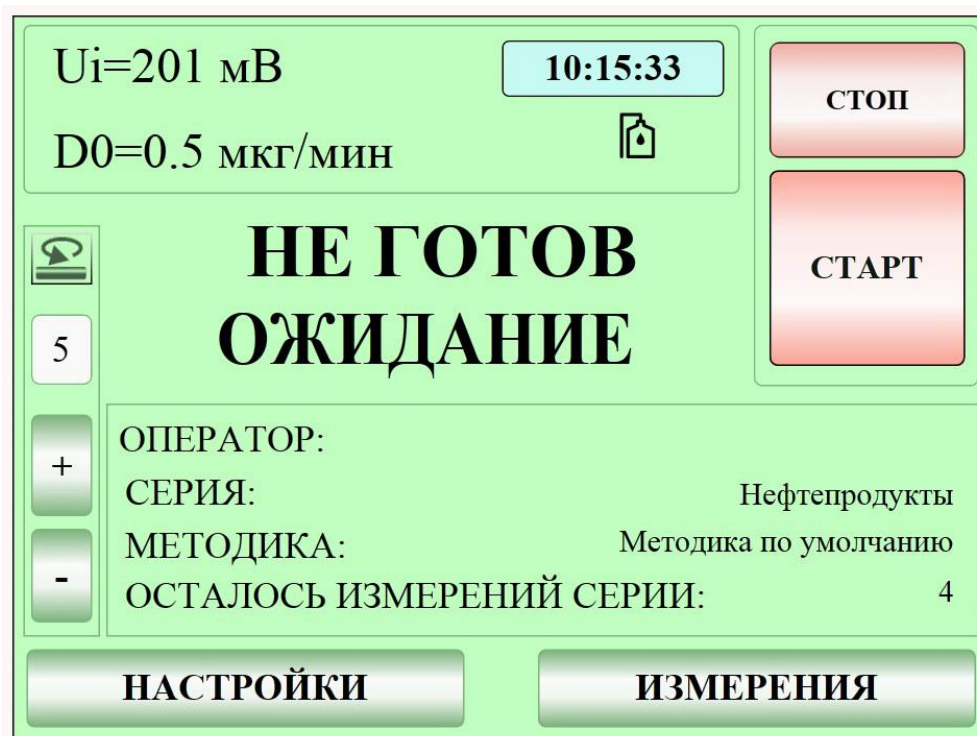

Рисунок 4
8.1.2. Включить питание титратора и дождаться окончания его самотестирования и выхода в режим ожидания (Рисунок 4). Включить питание Устройства с помощью сетевого выключателя. При этом в левом верхнем углу дисплея Устройства отображается символ «—>», а на экране титратора – пиктограмма .